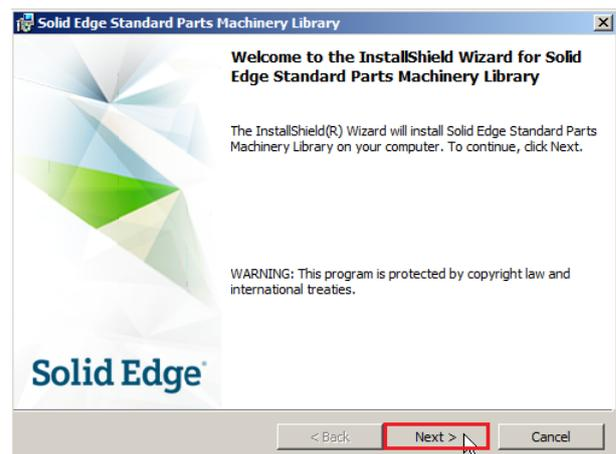
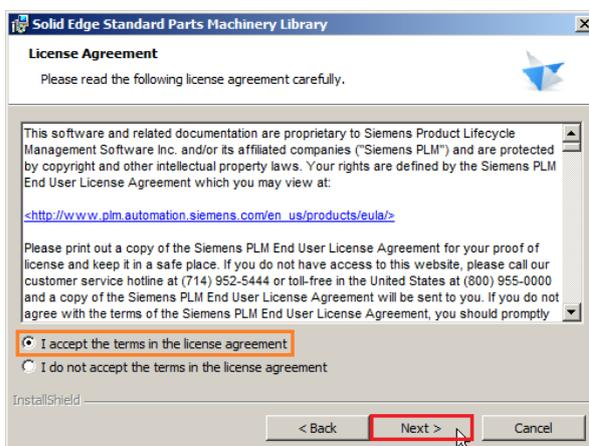
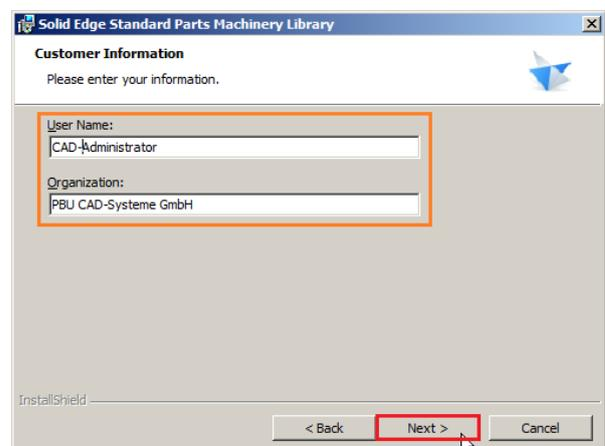

Abbildung 2
Abbildung 3
Abbildung 4
2.2. Fahren Sie mit der Installation fort (Abb. 2), akzeptieren Sie die Lizenzbedingungen (Abb. 3) und geben Sie Benutzernamen und Firmennamen – optional – ein (Abb. 4).